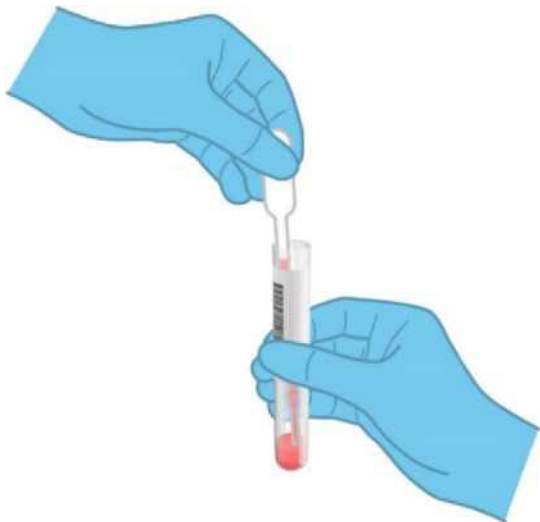

Рис. 40. Забор образца в прилагаемую пипетку для переноса.
5. Откройте пробирку с тестируемым образцом. Используйте прилагаемую пипетку для переноса, чтобы набрать жидкость до третьей линии заполнения пипетки (т.е. 300 мкл) (рис. 40).